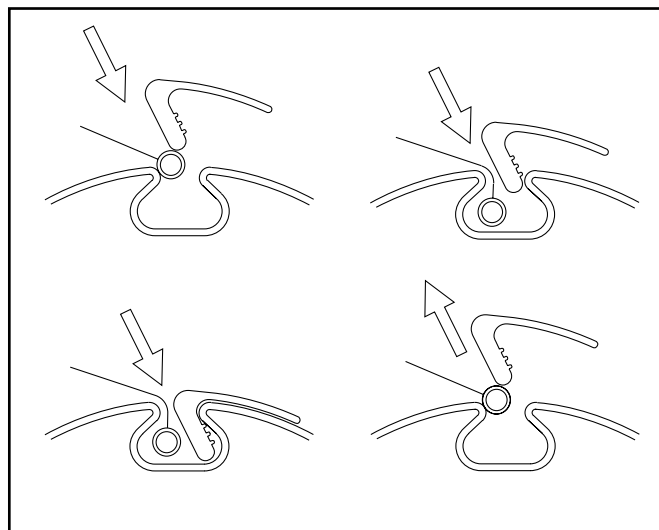

fig. 3 : Clip on - clip off profiel
- Voordeel: snelle en eenvoudige vervanging van het doek. (Zie fig. 3)